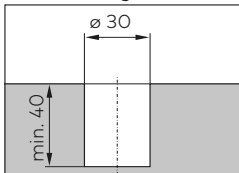

Abb. 1 Bohrung für den Kunststoffeinsatz
4. Bohrung $\varnothing 30$ mm und min. 40 mm tief bohren (Abb. 1).